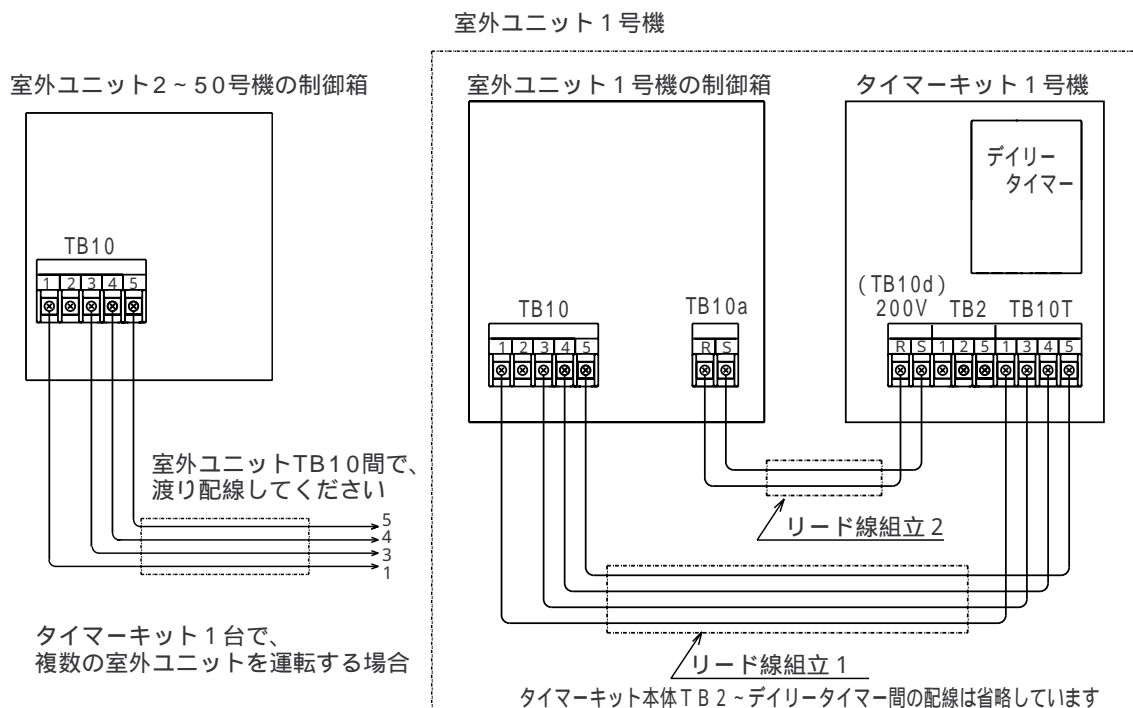

図5 配線接続図
- (1) 室外ユニットの制御箱の下側カバー(取付ネジ2本)を取外してください。
- (2) 室外ユニット制御箱内の端子台TB10の1, 3, 4, 5番端子と、タイマーキット端子台TB10Tの1, 3, 4, 5番端子を、付属のリード線組立1 を使って図5の様に結線してください。
- (3) 室外ユニット制御箱内の端子台TB10aのR, S端子と、タイマーキット端子台TB10d(タイマーキット端子台名板には200V電源と表示してあります)のR, S端子を、付属のリード線組立2 を使って図5の様に結線してください。
- (4) タイマーキット本体の端子台下の左右と、取付板の右側面にあるケーブルクランプを使って、リード線組立1および2を固定してください。配線が板金のエッジ部分に触れない様に注意してください。
- (5) タイマーキット1台で複数台の室外ユニットを運転する場合には、室外ユニット制御箱の端子台TB10の1, 3, 4, 5端子同士を渡り配線してください。渡り配線には0.75mm²×4芯のキャブタイヤケーブルをご使用ください。
- (6) 室外ユニット制御箱の端子台TB10の2番端子は、蓄冷/蓄熱運転の手動切替入力端子です。通常は使用しません。手動で蓄冷/蓄熱運転の切替を行いたい場合等の接続方法については、19ページの配線例をご覧ください。